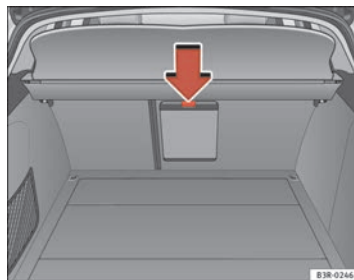

Fig. 128 Sedili posteriori visti dal bagagliaio: coperchio dell'apertura per la sacca portasci
- Premere il tasto di sbloccaggio situato sul coperchio del foro per il passaggio del bagaglio ⇒ pag. 156, fig. 128 -freccia- e abbassare il coperchio.